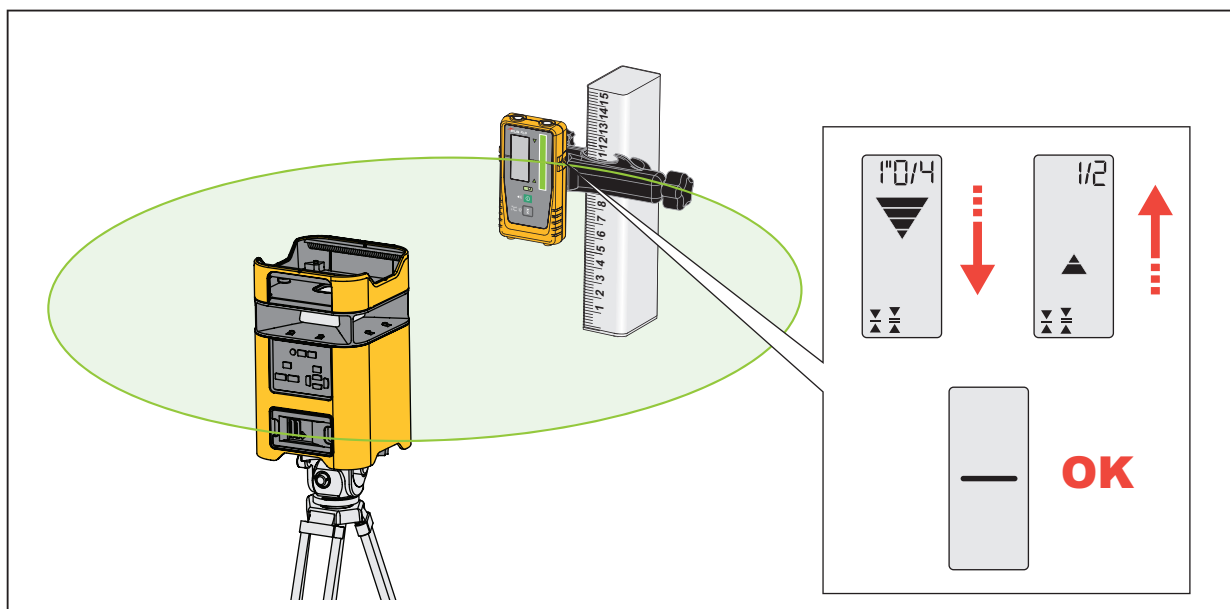

Figure 2. Niveau et détecteur
3. Mettez le niveau laser et le détecteur sous tension, puis dirigez le laser vers la fenêtre de détection laser du détecteur. Voir la figure 2.
4. Déplacez le détecteur vers le haut ou vers le bas de la tige jusqu'à ce que l'écran indique que le détecteur est aligné avec le laser. Voir la figure 2.